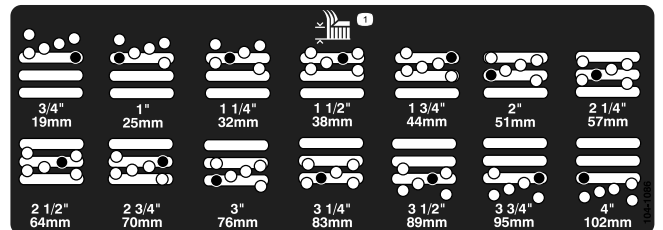

图 19
5. 将切割腔移至所需的剪草高度然后将隔片安装至指定的剪草高度孔和槽图 19。